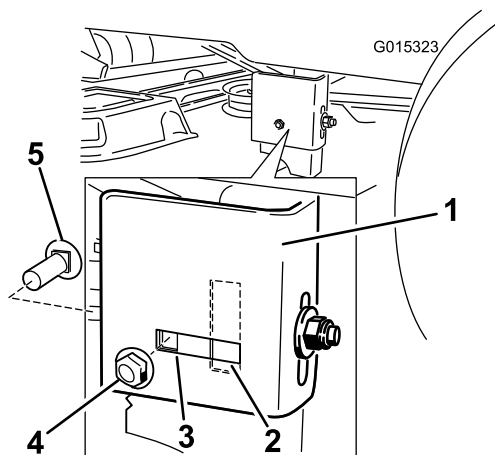

Figura 49
8. Compruebe si el perno de cuello cuadrado lateral está en la posición fija o ranurada (Figura 49).
Nota: Si el perno de cuello cuadrado lateral está en la posición fija, retire el perno de cuello cuadrado lateral y la tuerca de bloqueo lateral de la posición fija, e instáloselos en la posición de ajuste ranurada (Figura 49).